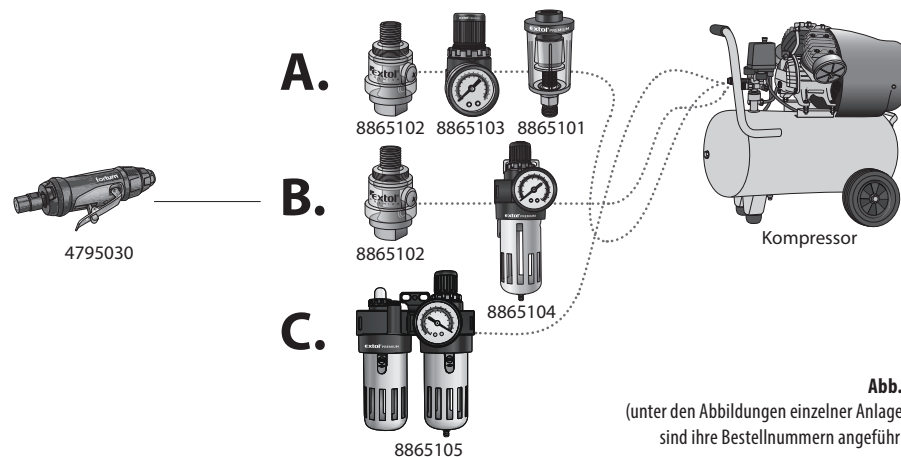

Abb.4
Bestellnummer des Gerätes (Abb.4)	Beschreibung des Gerätes (Aufbereitungsanlagen)
- Die Druckluftschleifmaschine wird mit Druckluft angetrieben, die frei von Feuchtigkeit - Kondensat - sein und beigemischtes Pneumatiköl enthalten muss. Zu diesem Zweck dienen die im Schema auf Abb. 4 dargestellten und beschriebenen Zusatzanlagen, die vor dem Lufteinlass in die Schleifmaschine in der angeführten Reihenfolge installiert sein müssen.
Bestellnummer Anlage (Abb.4)	Beschreibung des Gerätes (Aufbereitungsanlagen)
## ANSCHLUSSMÖGLICHKEITEN (SIEHE SCHEMA AUF ABB. 4)
- Die Reihenfolge der im Schema auf Abb. 4 dargestellten Aufbereitungsanlagen muss beim Anschluss eingehalten werden.